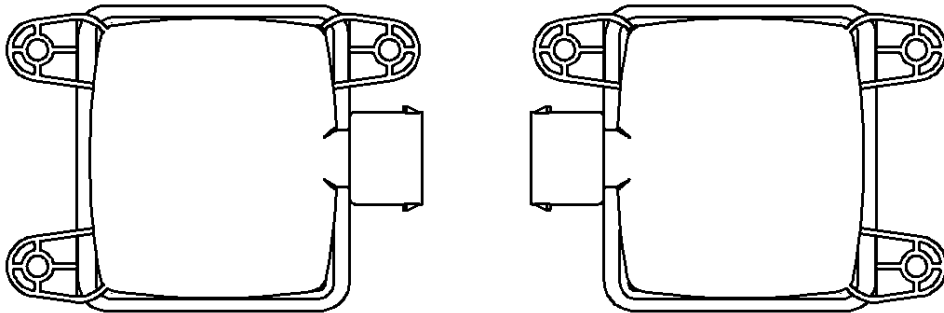

图 2 左装雷达传感器 (图左) 和右装雷达传感器 (图右) 示意图
2) 雷达传感器外壳左右异构，左装雷达传感器与右装雷达传感器的定义如图 2 所示。雷达传感器采用笛卡尔坐标系，安装使用时天线面（凸起面）正对目标方向，接口朝右方向为左装雷达传感器（图左），接口朝左为右装雷达传感器（图右）。